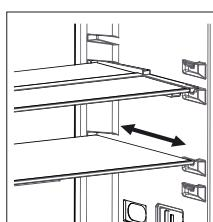

Fig. 1
Pentru a modifica poziția raftului Adpati-Lift: mențineți partea inferioară al acestuia și trageți de butoanele aflate pe partea laterală în direcția săgeții (Fig. 1).
- Pentru a acoperi raftul din sticlă, împingeți-l. (Fig. 1)
- Pentru a aduce raftul în poziția inițială, trageți-l spre dumneavoastră. (Fig. 1)